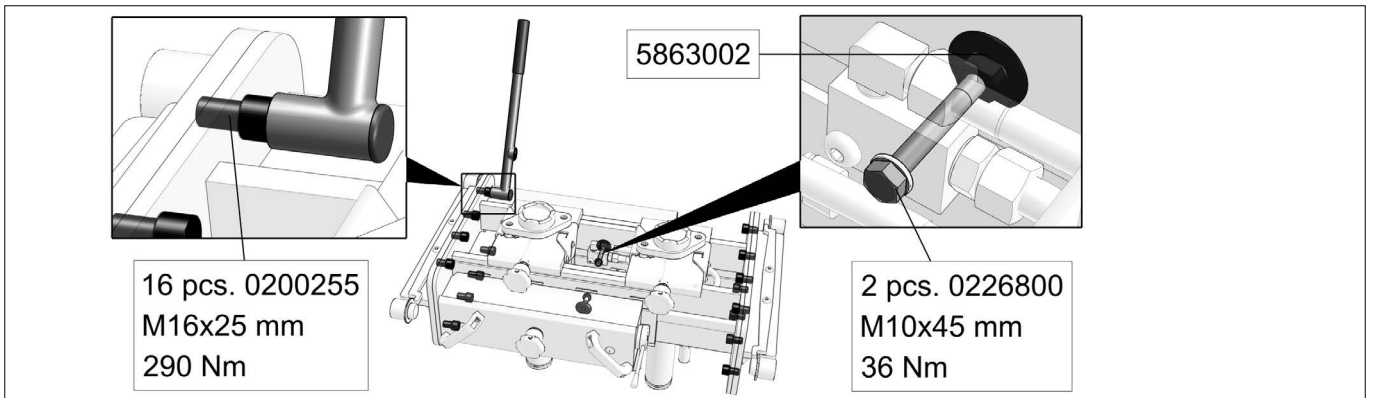

Fig.51
- Justering og bespænding af låse og ophængsbolte (Fig. 51)
- Adjustment of frame and torque setting of locks and support screws (Fig. 51).
- Ausrichtung des Rahmens, fester Sitz der Sicherungsschrauben und Schrauben für die Aufhängung (Fig. 51).
- Réglage du cadre, serrage des attaches et des boulons de suspension (Fig. 51).
- Ramens justering och spänning av lås och upphängningsbulta (Fig. 51).
- Asiantuntijan on tarkastettava rungon säädöt ja lukkojen sekä kiinnityspulttien kireys (Fig. 51).
- De afstelling van het frame en het aanhalen van de vergrendelingen en de ophangingsbouten (Fig.51).
- Estado del bastidor y ajuste de los seguros y tornillos de los brazos de apoyo (Fig.51).
- Проверка юстировки рамы и затяжки стопоров и крепежных болтов (Fig.51).
- Regolazione del telaio e regolazione della coppia di serrature e viti di supporto (Fig.51).